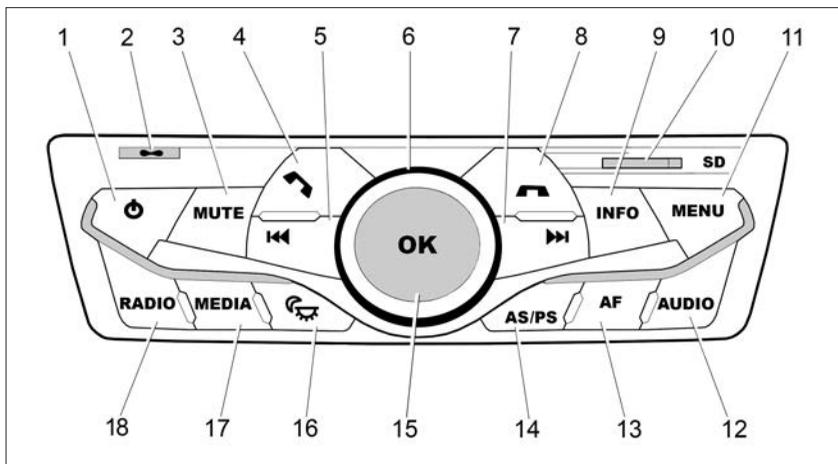
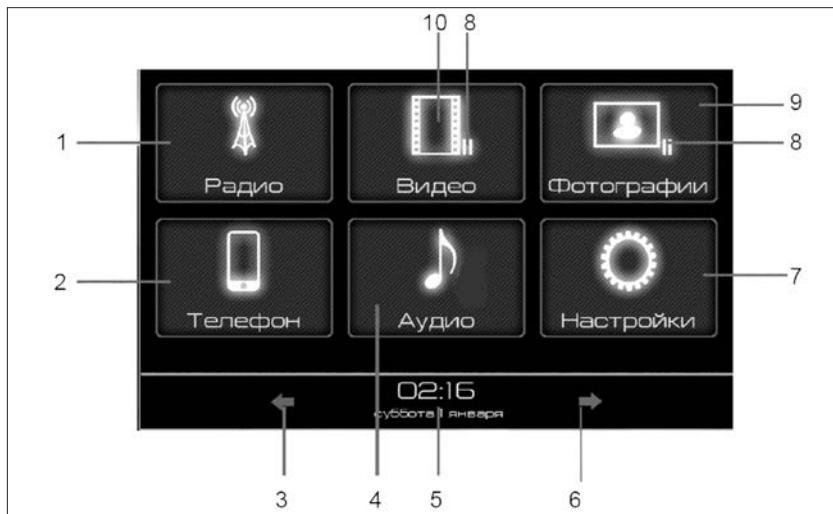

Рис. 52. Панель управления мультимедийной системой
Рис. 53. Окно главного меню
На панели управления мультимедийной системы размещены следующие функциональные кнопки (рис. 52):
1.1 Для включения MMC нажмите на кнопку 1 (рис. 52). Для выключения нажмите кнопку 1 и удерживайте ее в нажатом положении более 2-х секунд. Для перезагрузки удерживайте нажатой кнопку 1 (рис. 52) до появления логотипа ЛАДА на дисплее.
Управление мультимедийной системой (MMC) можно осуществлять при помощи кнопок и на панели управления (рис. 52), и при помощи сенсорных кнопок, находящихся на дисплее (рис. 53, 54).
1.2.1 Регулировка громкости осуществляется вращением **ручки 6 (энкодера)** вправо или влево (рис. 52).
1.3.1 После первого включения системы или перезагрузки на дисплее отображается окно **«Главное меню»** (рис. 53).
- кнопкой «**Радио**» (18) (рис. 52) на панели управления;
- кнопкой «**Радио**» в главном меню (рис. 53) на дисплее;
На панели управления при нажатии на кнопку **AS/PS (14)** (рис. 52) можно осуществить поиск радиостанций в диапазоне и запоминание всех найденных радиостанций, включение и выключение режима **RDS**.
- нажатием кнопки «Аудио» (4) на дисплее (рис. 53);